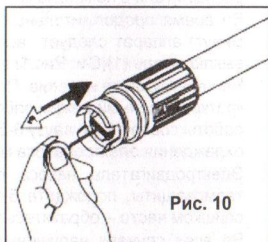

Рис. 10
- Вставьте имеющуюся в комплекте спицу для очистки сопла в отверстие распылителя и подвигайте вперед-назад до удаления засора (См. Рис.10).